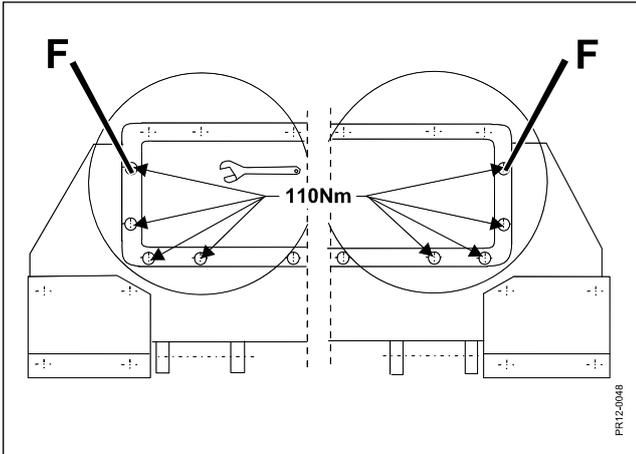

Fig. 5-4
**Fig. 5-4** Um schädliche Vibrationen in der Schneideinheit zu vermeiden soll der Mähbalken korrekt befestigt sein. Die 4 Bolzen **F** an jeder Seite mit dem Anziehdrehmoment 110 Nm (11 Kpm) anziehen.